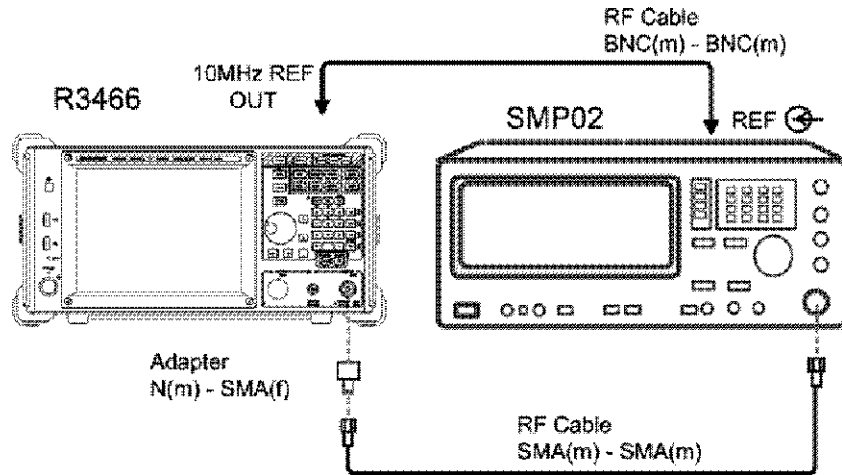

図 2-3 マーカ周波数カウンタ確度試験
1. 機器を図 2-3 のように接続します。R3466N の場合は、Adapter の後に 50 to 75 Ω 変換器を使用して本器と接続します。